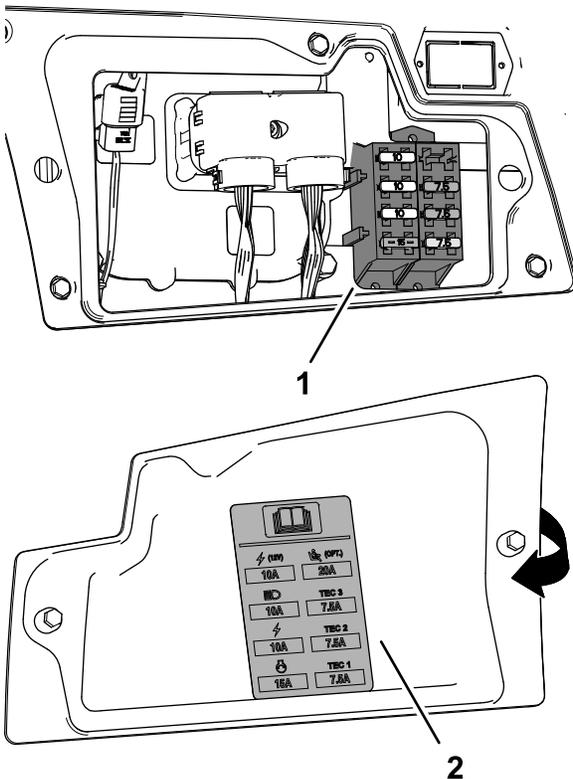

Figure 97
3. Remplacez le fusible défectueux (Figure 97) par un fusible de même type et de même intensité.